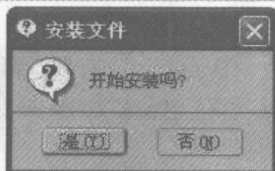

图 1-22
Step 11 在出现的如图 1-22 所示的“安装文件”对话框中单击“是 (Y)”按钮，开始进行软件的安装。